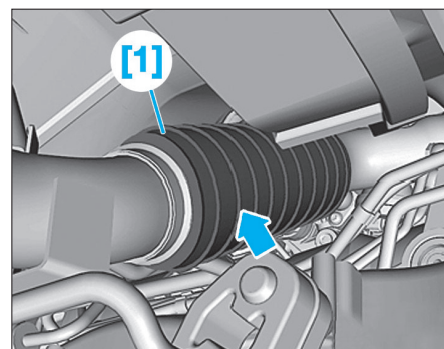

FIG. 97
- les deux durites (5).
- Déposer la vis (6) puis extraire le transmetteur de pression différentielle.
- Poser l'outil [1] sur la partie flexible du tuyau d'échappement (Fig.97).